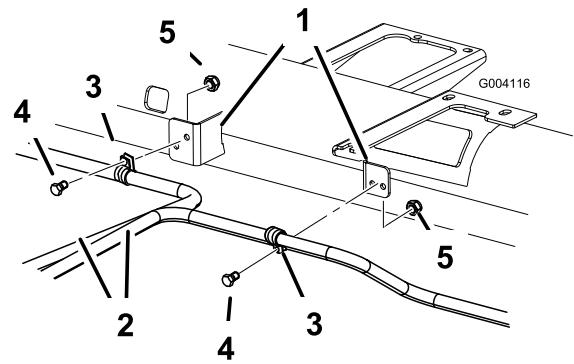

Figura 12
1. Montate i serratubi a R rimossi precedentemente utilizzando 2 viti e dadi di bloccaggio per fissare i tubi idraulici al telaio della macchina illustrato in Figura 12.